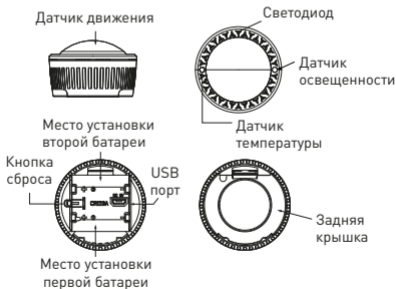

Рис. 1 – Общий вид датчика
* Датчик может работать от одной батареи CR123A, вставленной в слот 1 (см. Рисунок 1). Батареи CR123A не входят в комплект поставки!
5.6 Откройте крышку батарейного отсека (рисунок 1). Вставьте 2 батарейки типа CR123A, соблюдая полярность, и/или подключите питание датчика через USB-кабель. Датчик может питаться от одной батареи CR123A, для этого вставьте батарею в слот основной батареи, отмеченный цифрой 1 на корпусе (рисунок 1).